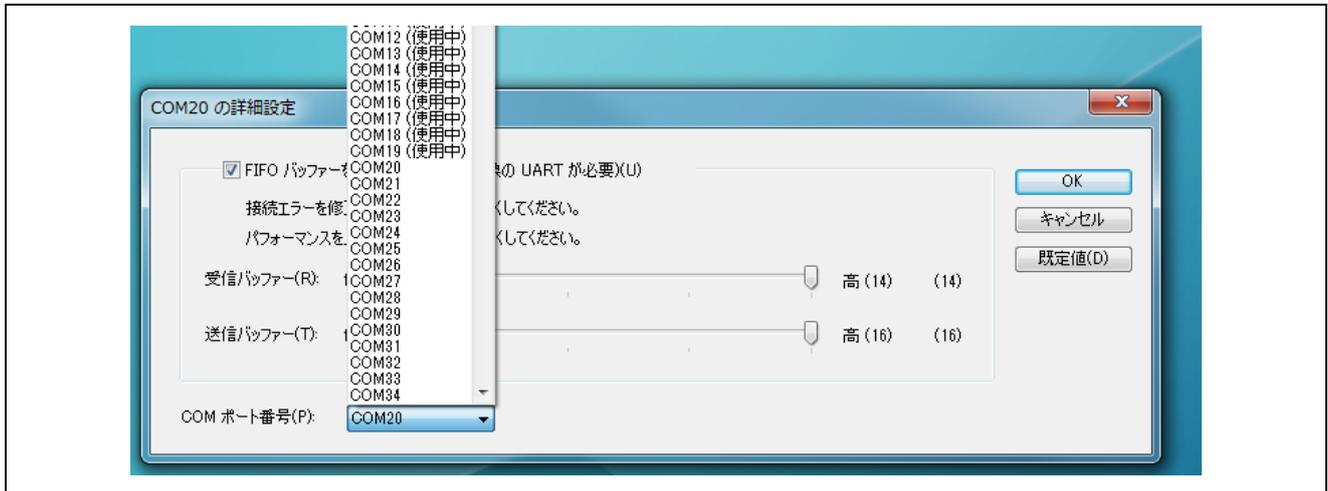

図 5.8 COM ポートの詳細設定画面
3. 図5.8に示すようなCOMポートの詳細設定画面が表示されるので、「COMポート番号(P)」にてドロップダウンリストから新しいCOMポート番号を選択します。リストアップされているCOM番号の中には「(使用中)」と表示されているものもありますが、現時点でそのポートが使用中ではない可能性もありますのでご注意ください。最後に「OK」をクリックして終了してください。